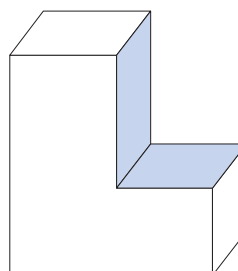

Afb.6
- Schuif de Pro Cut hoeksnijder van boven in het rechter zijprofiel (Nr.14) van de ProCut isolatie-plaatsnijder tot de hoeksnijder aansluit op de bovenkant van de plaatsnijder (Afb.6).